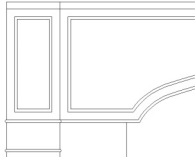

图 5.63 偏移矩形
(7) 启动【偏移】命令，将刚才绘制的矩形向内偏移 20mm，结果如图 5.63 所示。